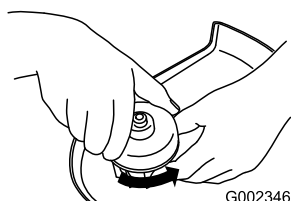

Bild 9
1. Drehen Sie die Kappe entgegen dem Uhrzeigersinn, um sie abzunehmen (Bild 9).